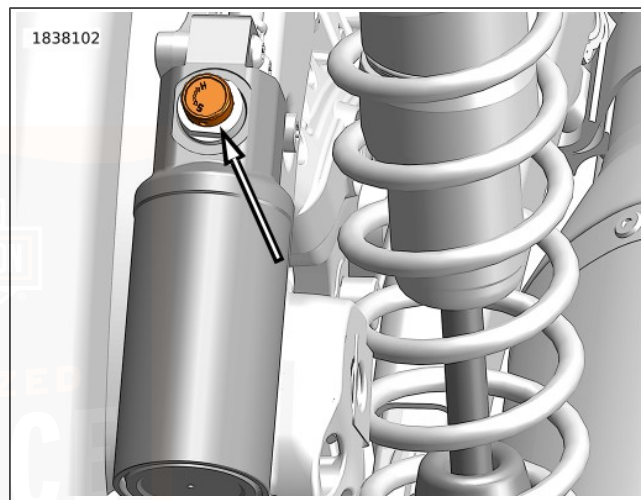

Abbildung 15. Kompressionseinsteller
2. Siehe Abbildung 15. Einstellung der Druckstufendämpfung.